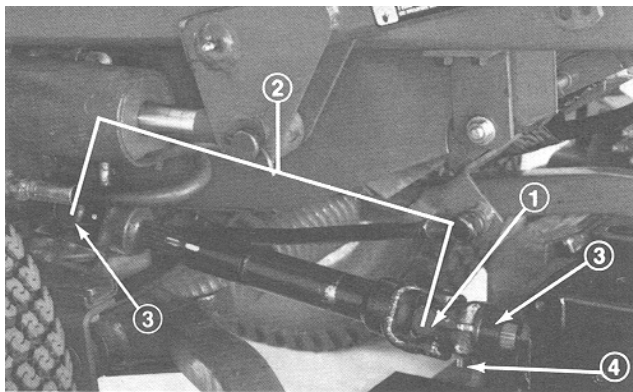

Bild 14
Schieben Sie das kleinere Jochende der ZWA-Welle auf die ZWA-Welle der Zugmaschine und richten Sie gleichzeitig die Befestigungslöcher aus (Bild 14). Befestigen Sie es mit einem Rollstift. Bauen Sie zu diesem Zeitpunkt nicht das vordere Ende der Antriebswelle ein.
1. Richten Sie die Löcher im Joch und in der Eingabewelle des Getriebes aus. Schieben Sie das Joch auf die Welle (Bild 14) und befestigen Sie die Teile mit einem Rollstift (3/16 x 1-1/2 Zoll). Ziehen Sie die zwei Kopfschrauben und Sicherungsmuttern an, mit denen das Joch an der Eingabewelle befestigt ist.